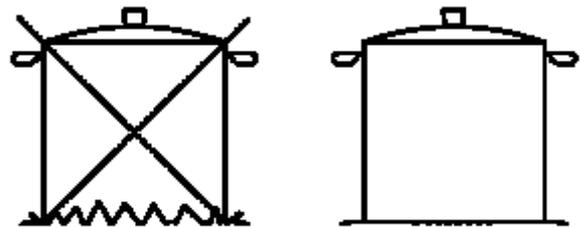

Рис.2
- Используйте на каждой конфорке подходящую посуду (см. ниже таблицу и рис.2)